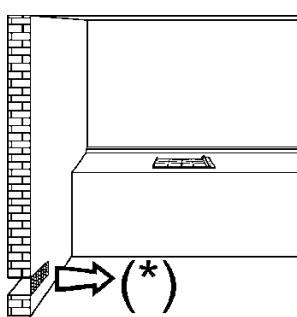
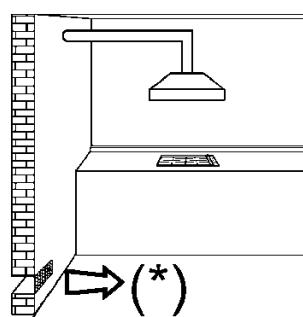
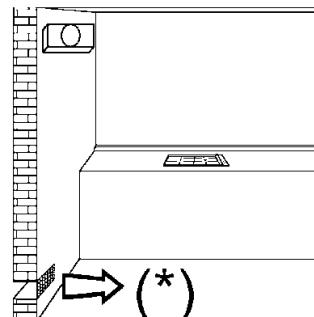

РИС. 3
РИС. 4
РИС. 5
- При сгорании газа выделяется тепло и влажность. Поэтому в помещении необходимо обеспечить хорошую циркуляцию воздуха, не загораживать отверстия для естественной вентиляции (рис. 3) и включить вытяжку (вытяжной колпак или электрический вентилятор, рис. 4 и 5).
менее 100 см2 (см. рис. 3). Эти отверстия должны быть расположены таким образом, чтобы доступ воздуха в них всегда оставался открытый.
Продукты сгорания, образующиеся при готовке на газовых плитах должны обязательно удаляться при помощи вытяжек, соединенных с вентиляционными трубопроводами, дымоходами или с отверстиями, выходящими наружу (см. рис. 4). Если нет возможности использовать вытяжку, допускается использование вентилятора, устанавливаемого на окне, или на выходящей на улицу стене, который должен включаться одновременно с прибором (см. рис. 5), при этом обязательно должны соблюдаться нормы вентиляции помещений.